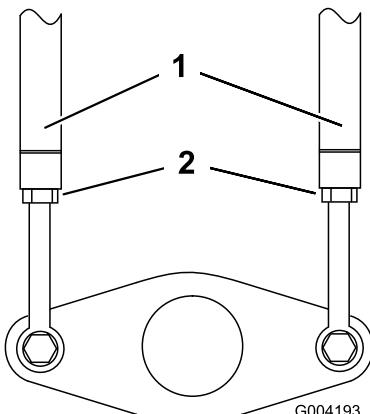

Figura 53
- Afloje las contratuercas de las varillas de tracción, debajo del panel de control (Figura 53).